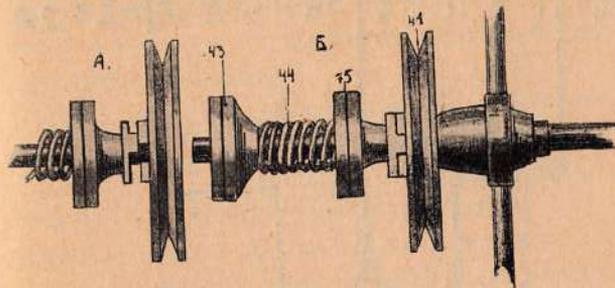

Рис. 8. Фрикционное приспособление нижнего наматывателя
на меняться (увеличиваться), что, в лучшем случае, портило бы края ленты (перфорацию). И вот, чтобы этого не случилось, шкив на ось наматывателя насажен не наглухо, а может свободно вращаться. Силу натяжения ленты на барабане можно регулировать, для чего служат: гайка на конце оси (43) и пружина (44) (см. рис. 8).